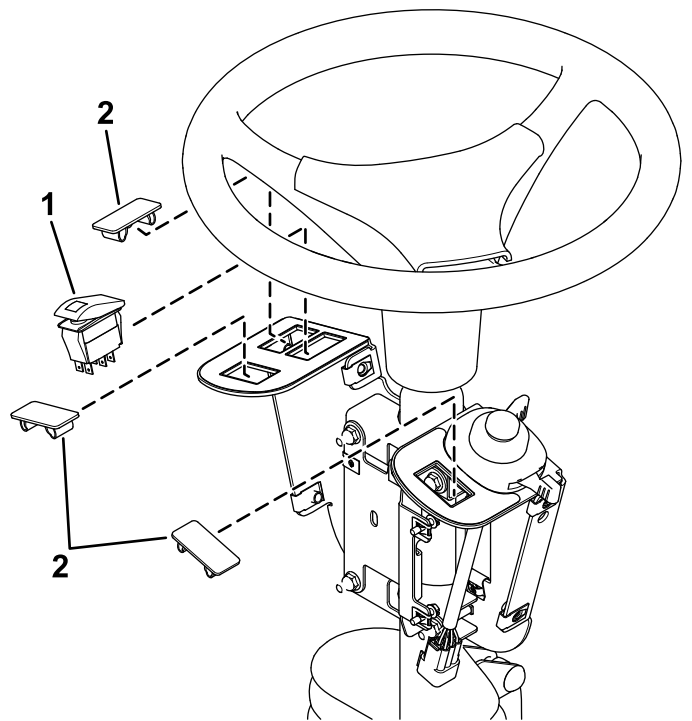

Figura 5
3. Instale o interruptor oscilador e tampões do furo na montagem do interruptor (Figura 5).